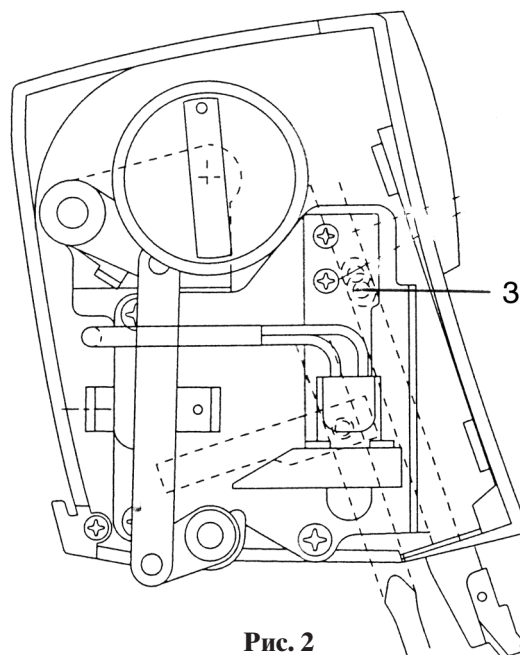

Рис. 2
- Слегка ослабьте винт 3 соединения стержня игловодителя (рис. 2).